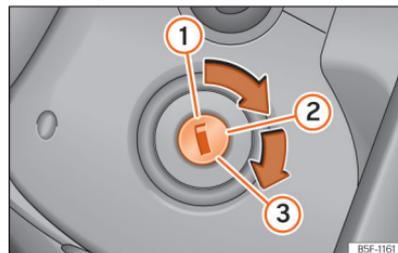

Abb. 85 Zündschloss
- Drehen Sie den Zündschlüssel in Stellung **>>>** **(Abb. 85) ②**.
- Drehen Sie den Zündschlüssel weiter in die Stellung **>>>** **(Abb. 85) ③** ohne Gas zu geben.
- Wenn der Motor anspringt, Zündschlüssel loslassen. Beim Loslassen geht der Fahrzeugschlüssel in die Position **②** zurück.
- *Fahrzeuge mit Zündschloss*: Drehen Sie den Zündschlüssel in Stellung »» **[Abb. 85]** .
- *Fahrzeuge mit Starterknopf*: Starterknopf kurz drücken »» **[Abb. 85]**.